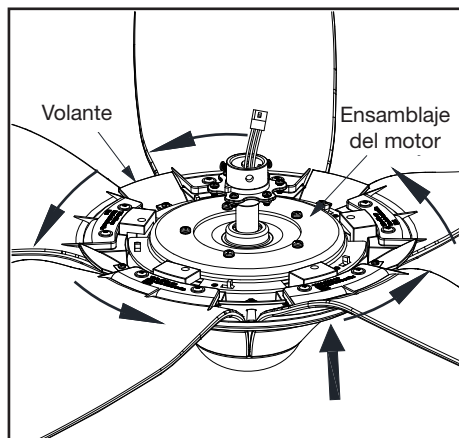

Figura 8
2. Coloca el conjunto del motor del ventilador dentro del volante, engancha el conjunto del motor del ventilador con pestañas en el volante girando en el sentido de las agujas del reloj hasta que los orificios de los tornillos en el conjunto del motor del ventilador se alineen con los orificios en la pestaña del volante (Figura 8).